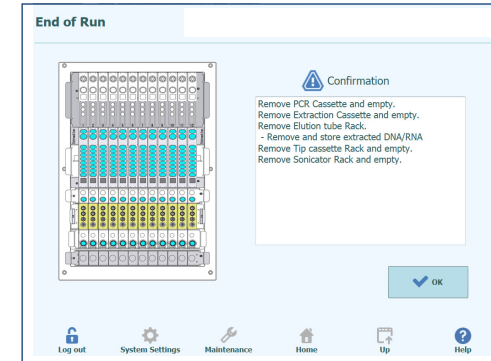

Figura 17: Pantalla "End of Run" (Fin sesión).
Al finalizar la sesión se visualiza la pantalla "End of Run" (Fin sesión). El pulsador "OK" se activa apenas es posible abrir la portezuela anterior del instrumento. (Figura 17).
- En la pantalla principal seleccionar “End of Day” (Fin del día) para visualizar la siguiente pantalla (Figura 17).